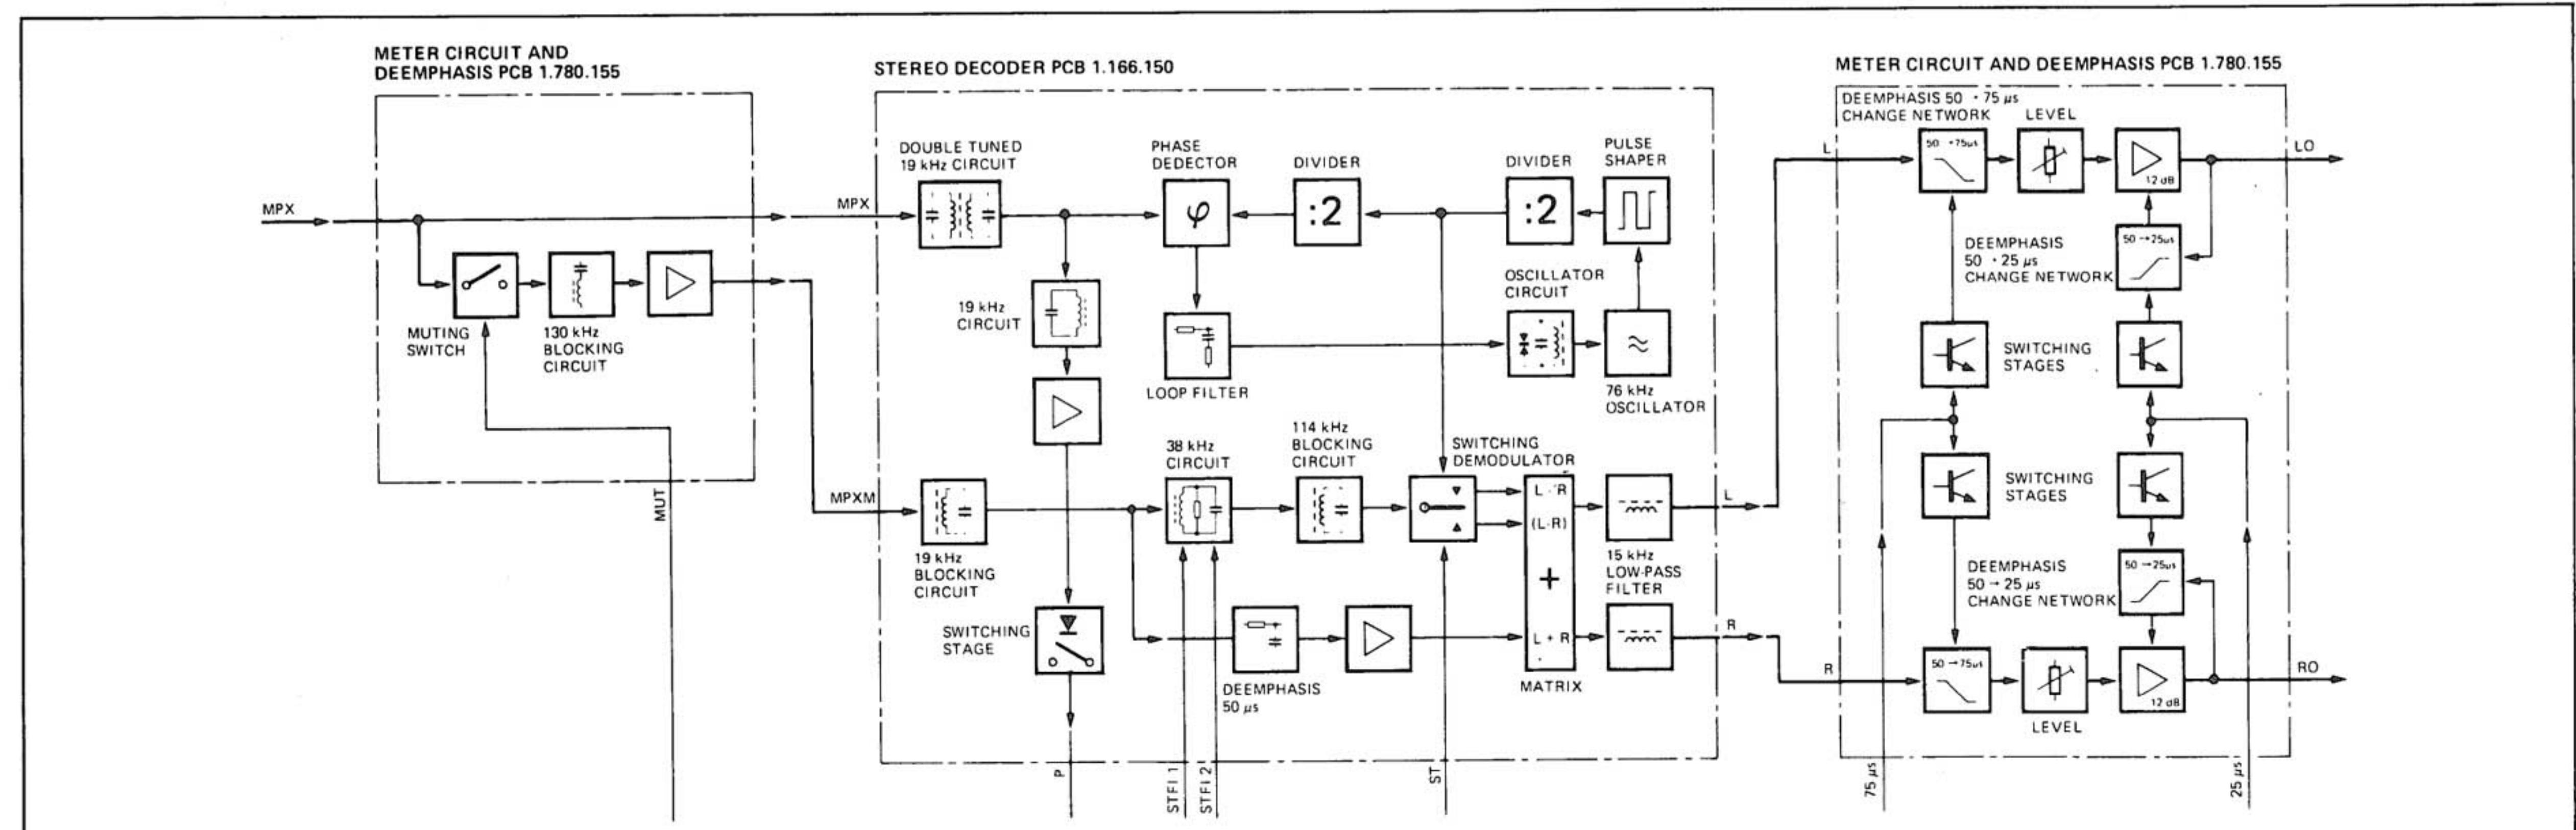

Fig. 3.4
3.1.5 Stereo-Decoder 1.166.150 (Fig. 3.4)
3.1.5 Stereo decoder 1.166.150 (fig. 3.4)
3.1.5 Décodeur stéréo 1.166.150 (fig. 3.4)